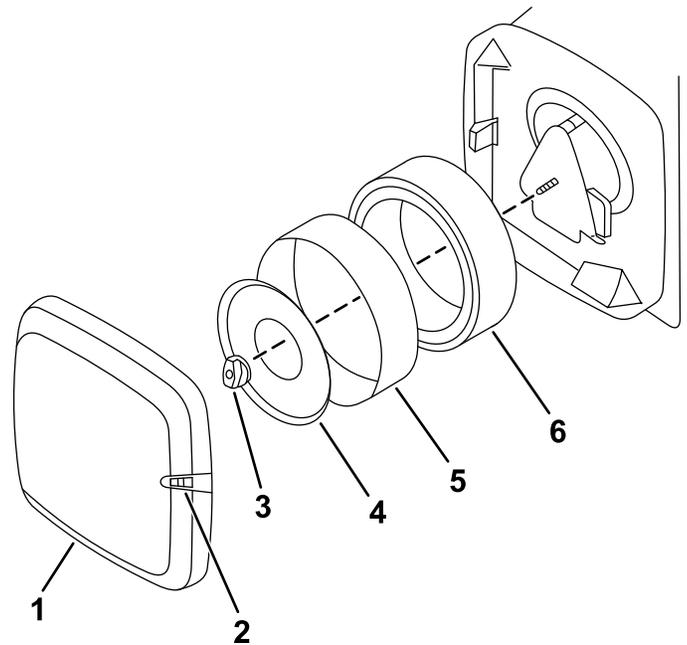

Figure 68
2. Sortez le préfiltre en mousse de l'élément en papier (Figure 68).
2. Débranchez les clips du couvercle du filtre à air et déposez le couvercle (Figure 68).
3. Déposez le bouton et la plaque (Figure 68).
5. Installez le nouveau préfiltre en mousse sur la nouvelle cartouche (Figure 68).
6. Installez le filtre à air, la plaque et le bouton sur le boîtier (Figure 68).
7. Reposez le couvercle et fixez-le en place avec les clips (Figure 68).